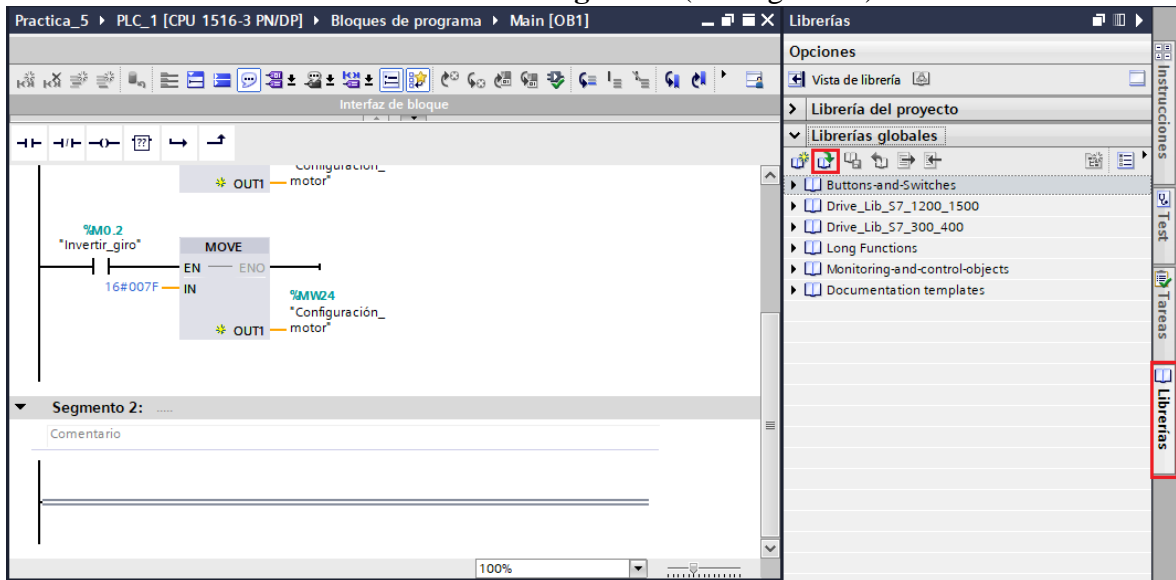

Figura 24. Agregar librería SinaSpeed extendida
- En el segundo segmento se debe agregar el telegrama de comunicación 20, para ello se debe ubicar en “Librerías” en la parte derecha de la pantalla y luego hacer clic en “Librerías Globales” hacer clic en “Abrir librería global” (ver Figura 24).